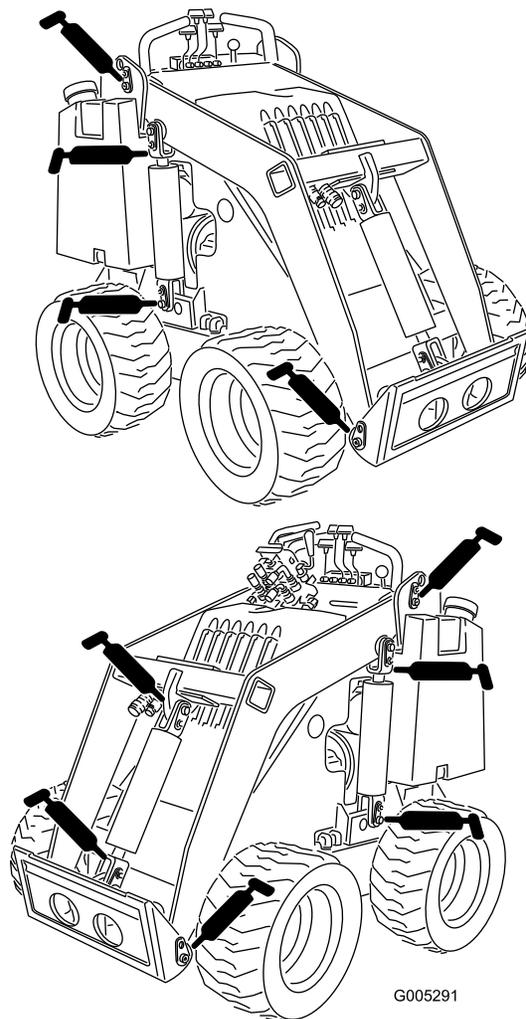
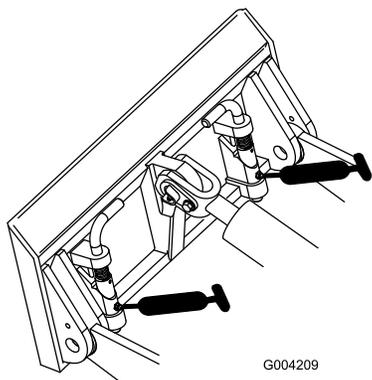

Рисунок 18
Рисунок 19
4. Присоедините к каждой масленке шприц для нагнетания консистентной смазки (Рисунок 18 и Рисунок 19).